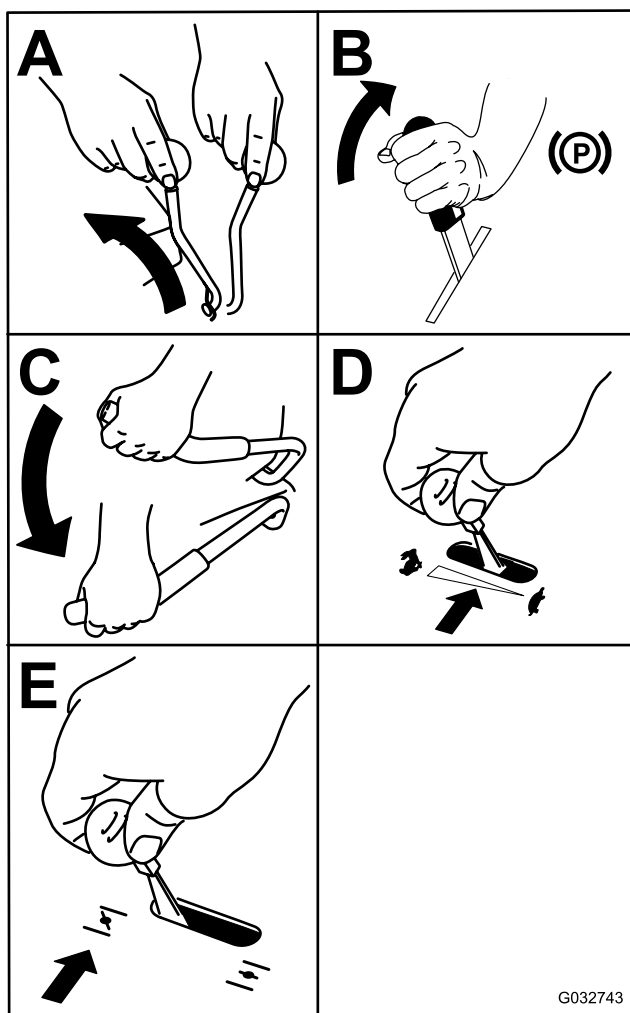

Figura 21
3. Mueva la palanca de la TDF a la posición de DESACTIVADO (Figura 21).